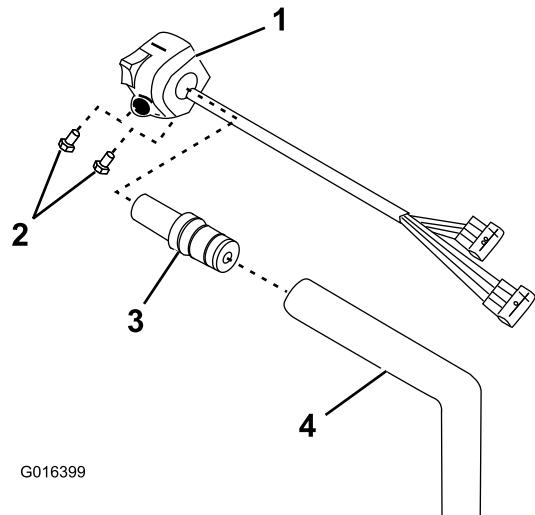

Figura 13
2. Monte el interruptor combinado en el adaptador y sujetelo con los 2 pernos suministrados en el kit (Figura 13).